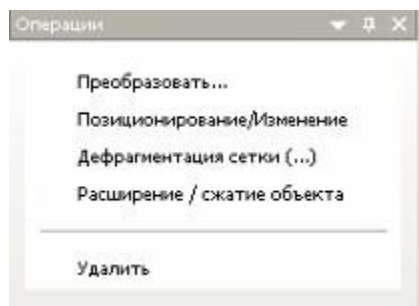

Рисунок 27– Окно **Операции**
**10)** Выбираем в окне Модель выбираем список TOOL1. В окне Операции появляются следующие пункты (рис. 27):